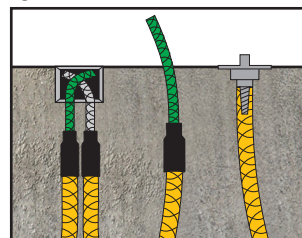

fig. 5
- Pour les opérations d'injection, la pompe d'injection est raccordée aux extrémités du tuyau de raccordement en PVC qui se trouvent dans la boîte de jonction. (fig. 5, gauche)